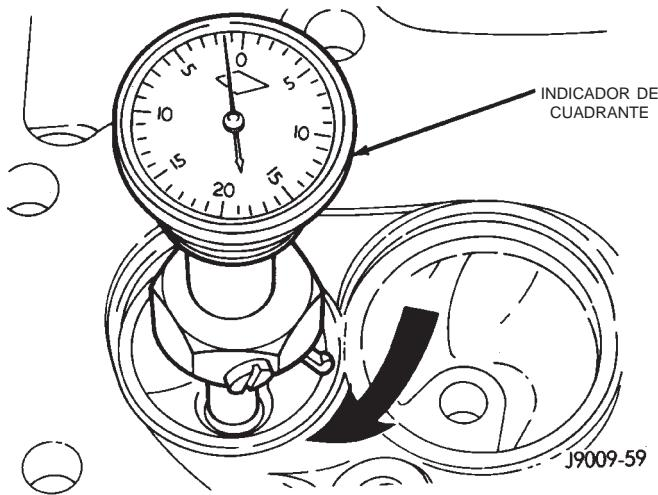

Fig. 62 Medición del descentramiento del asiento de válvula
(1) Instale una guía del tamaño adecuado en el hueco de la guía de válvula. Rectifique el asiento de la válvula con una buena piedra de labrar, hasta alcanzar el ángulo indicado en las especificaciones. Elimine sólo el metal necesario como para lograr una terminación lisa.
(2) Para lograr la anchura de asiento indicada en las especificaciones, utilice piedras cónicas.
(3) El descentramiento del asiento de válvula no debe superar los 0,0635 mm (0,0025 pulg.) (Fig. 62).